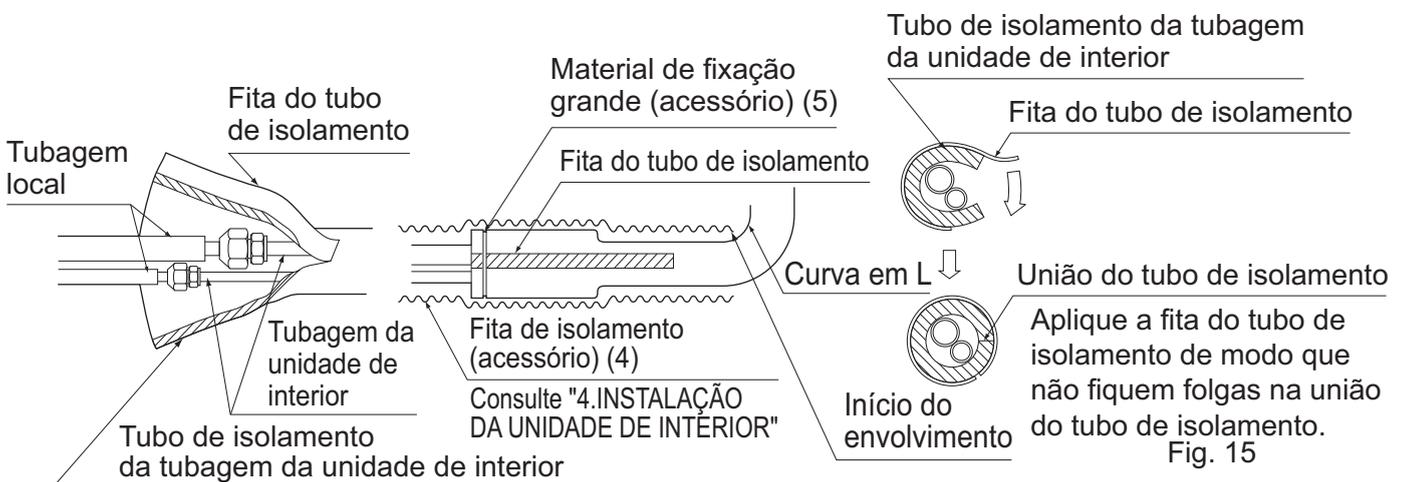

Fig. 15
- Depois de verificar se há fugas de gás, certifique-se de que isola as ligações do tubo, utilizando a tubagem de isolamento da tubagem e a fita de isolamento (4) suplementares. A fita de isolamento (4) deverá ser envolvida a partir do cotovelo em forma de "L" e em toda a extensão até ao interior da unidade. **(Consulte a Fig. 15)**